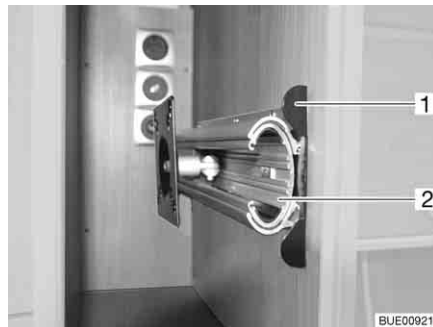

Bild 73 Fäste i TV-skåp
- Tryck in låslisten (Bild 73,1).
- Drag ut utdragsanordningen (Bild 73,2) till stoppläget.
- Skjut in utdragsanordningen (Bild 73,2), tills låslisten (Bild 73,1) hakar i.